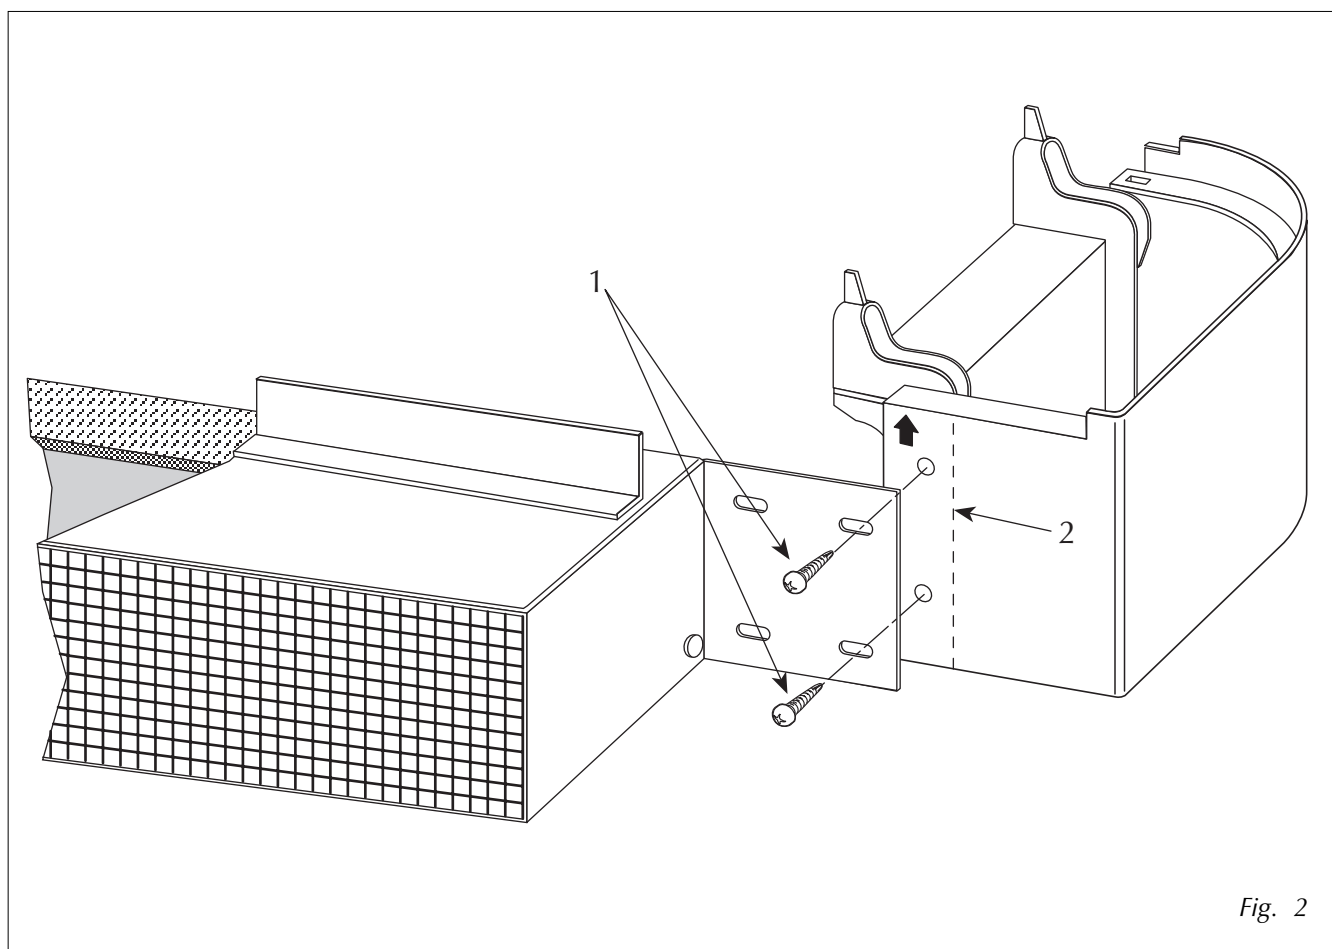

Fig. 2
- fissare la serranda, con l'apertura rivolta verso l'alto, alla parte posteriore degli zoccoli con le viti (1 fig. 2); per la foratura usare la dima a corredo (2 fig. 2);
- position the damper with the opening upwards to the rear of the base supports, then secure with the screws (1 fig. 2); use the template supplied when making fixing holes (2 fig. 2);
- fixer la vanne, avec l'ouverture orientée vers le haut, à la partie arrière des socles au moyen des vis (rep.1 fig.2); pour le perçage, utiliser le gabarit fourni (rep.2 fig.2);
- die Klappe mit der nach oben gerichteten Öffnung am Rückteil der Sockel mit den Schrauben (1 Abb. 2) befestigen; für die Bohrung die mitgelieferte Schablone verwenden (2 Abb. 2);